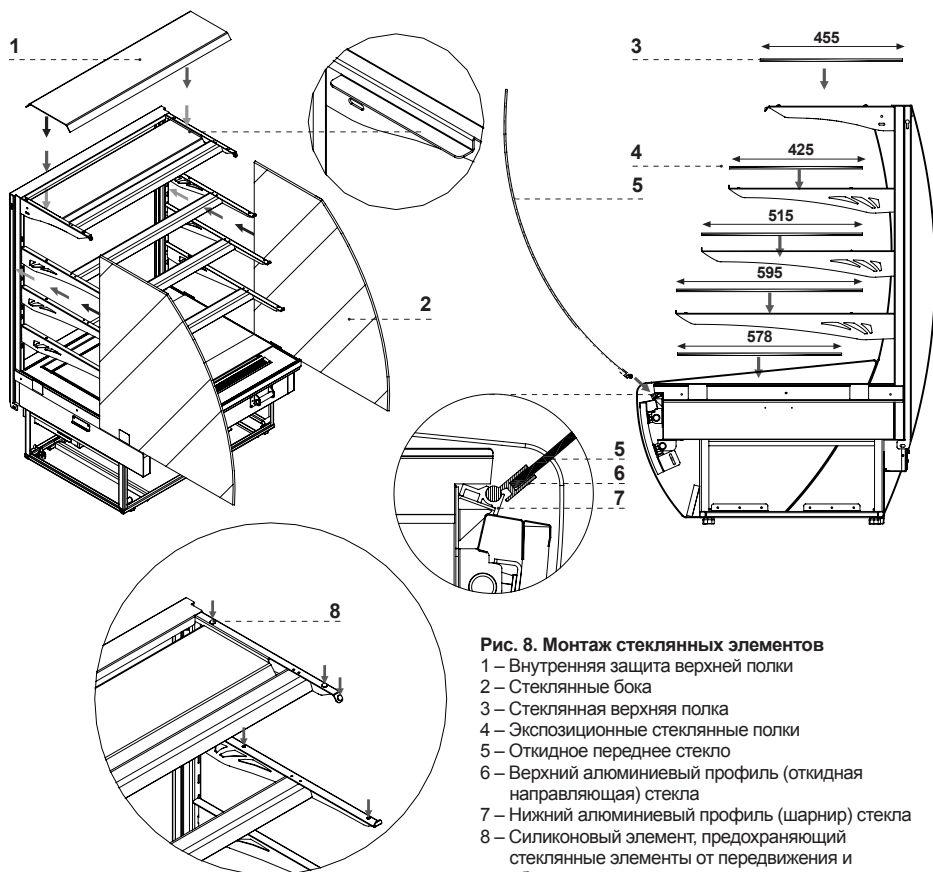

Рис. 8. Монтаж стеклянных элементов
- 3 – Установить экпозиционные стеклянные полки на стеллаж и на внутреннюю столешницу Рис. 8/4 (стр. 49). Полки следует установить на силиконовых элементах. Рис. 8/8 (стр. 49), предохраняющих стеклянные элементы от передвижения.
- 3 – Установить внутреннюю защиту верхней полки Рис. 8/1 (стр. 49)
- 4 – Установить стеклянные бока согласно Рис. 8/2 (стр. 49)
- 5 – Установить фасадное стекло Рис. 8/5 (стр. 49)
- 6 – Установить стеклянную верхнюю полку Рис. 8/3 (стр. 49)
-  Во время мытья и консервации устройства изнутри, следует обратить внимание на то, чтобы не повредить и не удалить силиконовых элементов Рис. 8/8 (стр. 49), предохраняющих стеклянные элементы от передвижения и обеспечивающих их лучшее сцепление